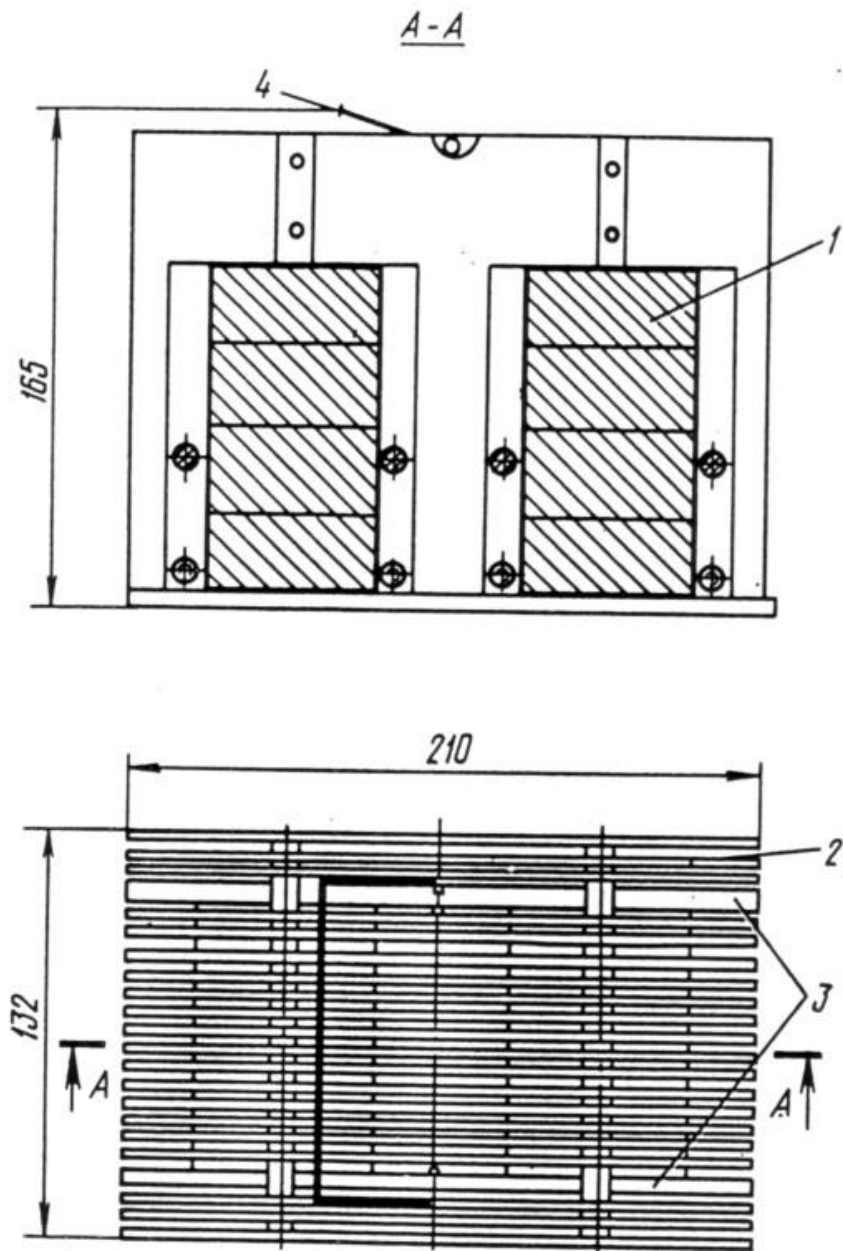

Рис. 1. Фильтр магнитный решетчатый ФМР-50:
4.1. Решетчатый магнитный фильтр типа ФМР состоит из следующих составных частей(рис.1): пакетов постоянных магнитов 2, полюсов 4, фильтровальных решеток 3, собранных из стальных пластин с небольшой коэрцитивной силой и хорошей магнитной
При сборке особое внимание обратить на правильность ориентации постоянных магнитов: торцы одноименных полюсов фильтров ФМР-50 и ФМР-100 “N” (“C”) или “S” (“Ю”) должны примыкать к одному полюсу 4 (см.рис.1), у фильтров ФМР-300 магнитные пакеты² ориентировать одинаковыми полюсами “N” (“C”) или “S” (“Ю”) на промежуточный полюс 5.